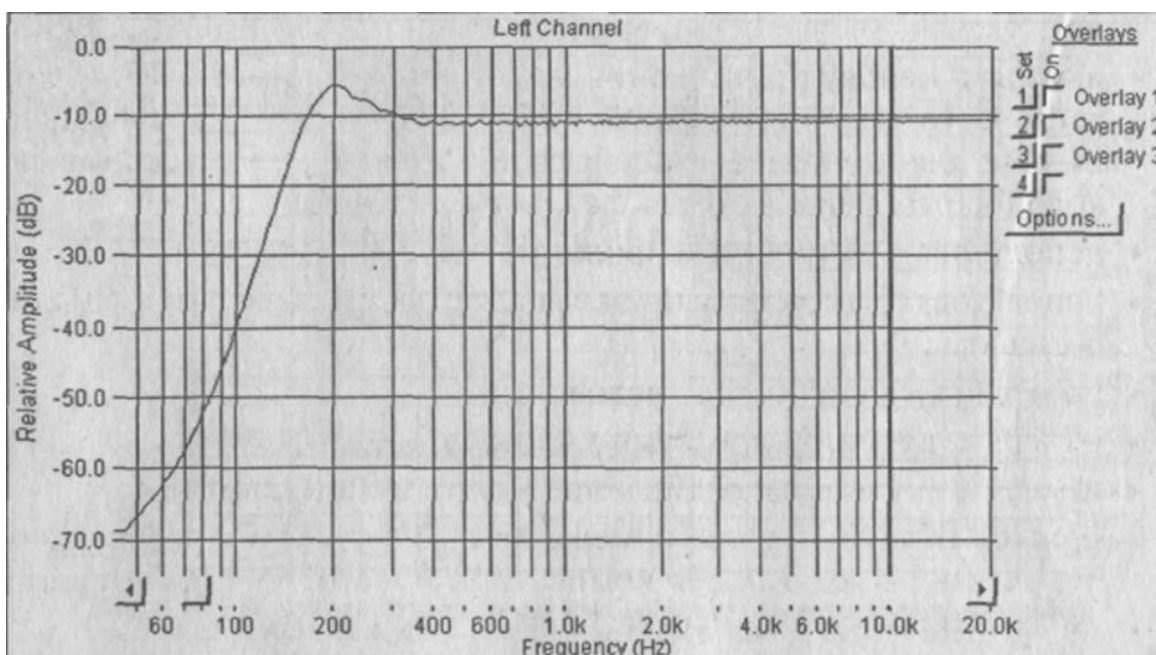

Рис. 1.9. Измерение полосы пропускания с помощью Frequency Sweep
- Frequency Sweep (генератор качающейся частоты) (рис. 1.9);